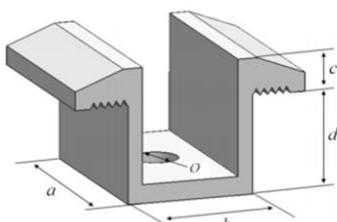
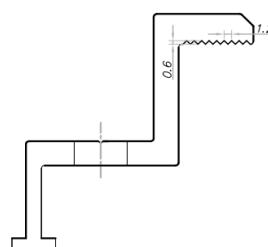

图 4 中间压块示意图
图 5 边压块横截面示意图
① 将光伏组件置于两条支架之上（不提供）。支架必须使用不锈钢材料或做过防腐处理（如热镀处理）。每块光伏组件至少需要 4 个压块去固定，在安装过程中，请勿让压块直接接触玻璃及让边框变形，否则会导致光伏组件破损。
② 务必避免因夹具形成的阴影对光伏组件造成遮挡效应。漏水孔不能被夹具遮挡。夹具必须与光伏组件边框保持至少 10mm 的重叠部分（保证光伏组件可靠安装的前提下可以变更夹具截面）。
③ 支架与光伏组件边框接触的上表面需有一个与 M8 螺栓匹配的凹槽。
④ 若支架上无凹槽，则需在上述提到的位置钻一个直径大小合适的孔，以便螺栓固定。
⑤ 确保每个压块的安装顺序为平垫圈、弹簧垫圈、螺母。
⑥ 图 4 所示为中间安装压块，图 5 所示为边缘安装压块及截面示意图。中间压块和边压块的尺寸为 $a \geq 50 \text{ mm}$, $b \geq 26 \text{ mm}$, $c \geq 5 \text{ mm}$, $d \geq 28 \text{ mm}$, $\varnothing = 9\text{mm}$ ，建议壁厚 $\geq 4\text{mm}$ ，当螺栓和螺丝为 8.8 等级时，推荐收紧扭矩为 17~23Nm。具体扭矩值请咨询安装商或支架供应商。
⑦ 为防止安装组件后脱框，建议选择边缘安装压块和中间安装压块与边框 A 面接触面均带有花纹槽结构的压块，花纹槽结构建议数量为 9 个左右，相邻花纹槽距离建议 1.2mm 左右，花纹槽深度建议 0.6mm 左右，如图 5 边缘压块横截面示意图所示。